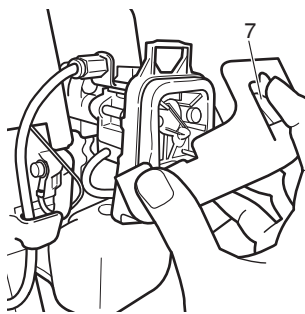

Fig. 4
Appuyez sur l'onglet supérieur (7) et ouvrez le couvercle du filtre à air. (Fig. 4)